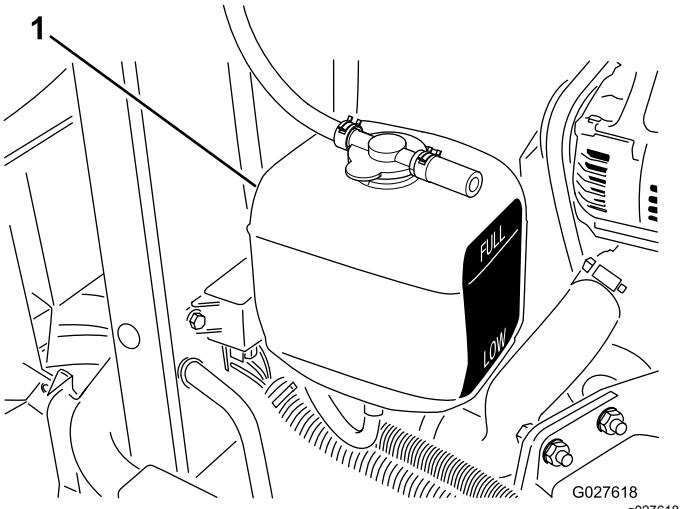

Bild 75
3. Prüfen Sie den Kühlmittelstand im Ausdehnungstank (Bild 75).